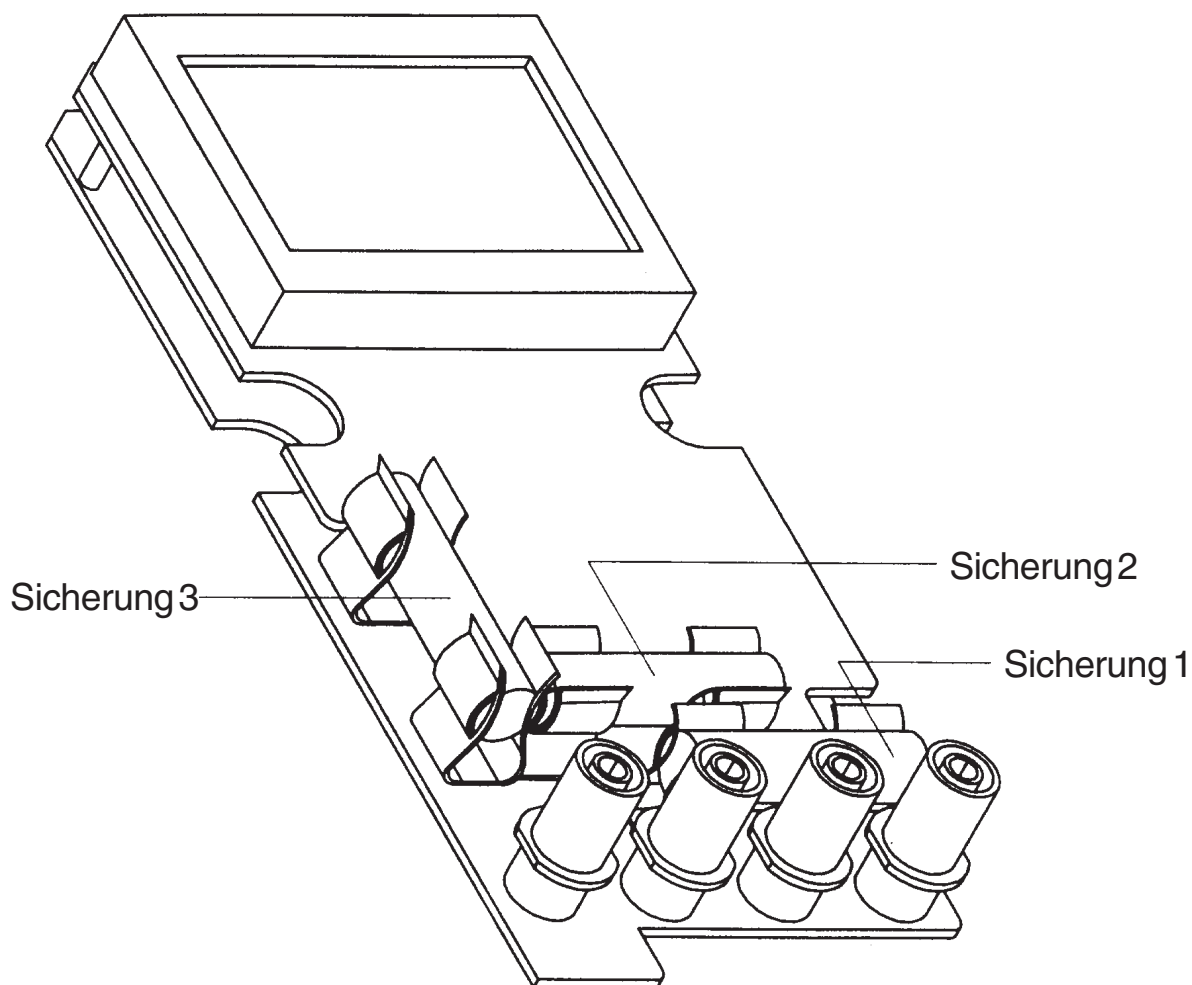

Abbildung 40. Sicherung auswechseln.
3. Die Schaltungsplatine laut **Abbildung 40** anheben.